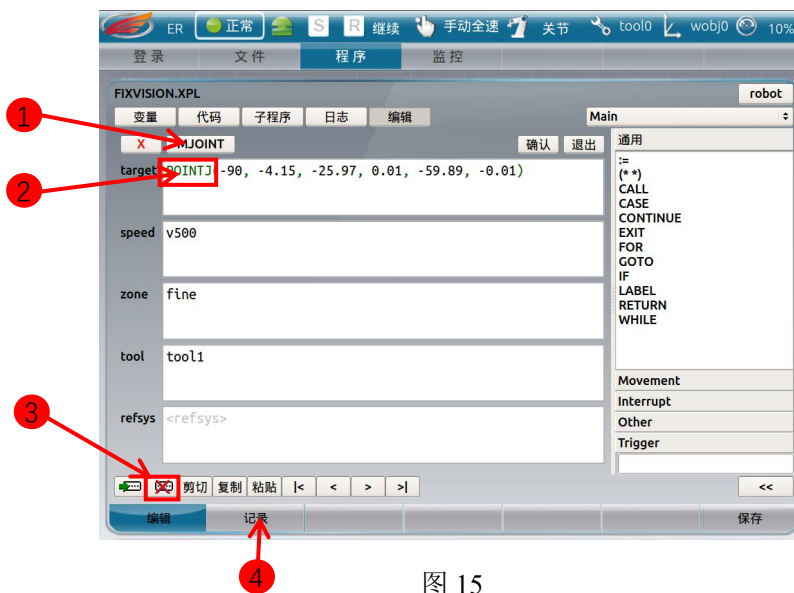

图 15
1. 点击左下角“编辑”按钮，进入编辑模式，点击第二行选中（图 14 中标记 2），点击“编辑”标签（图 14 中标记 3）进入标记页面，如图 15 所示。
点击指令“MJOINT”（图 15 中标记 1），再点击删除按钮“